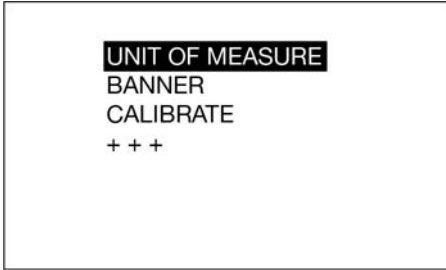

FIG. 18
- Tras seleccionar END (Fin), aparecerá la pantalla siguiente (Fig. 18).